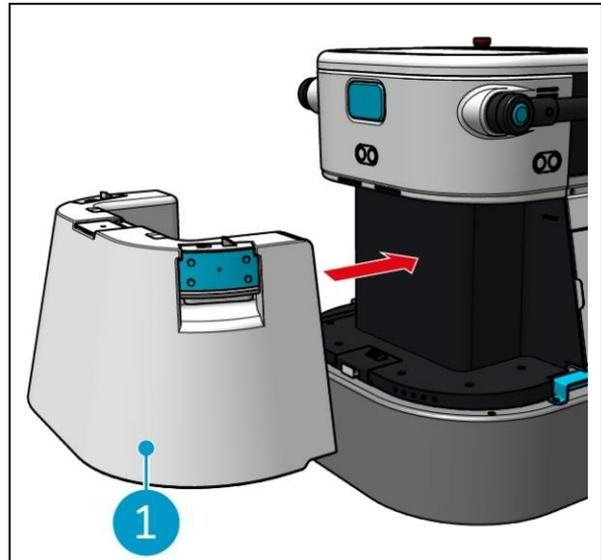

Figure 16
8. Remettre le réservoir d'eau propre dans le co-botic™ 45 en le faisant glisser à l'aide des poignées bleues, cf. Figure 16.